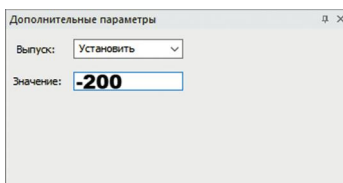

рис. 27
Выберите команду **Каркас/Стена/Изменить выпуск** и на панели **Дополнительные параметры** (см. рис. 27) выберите в поле **Выпуск** один из режимов команды:
2. На панели **Дополнительные параметры** (рис. 27):